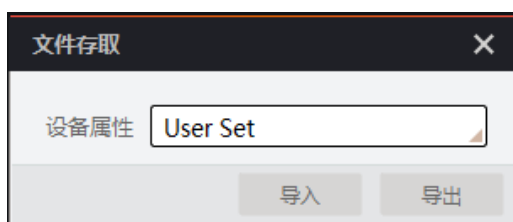

图11-4 导入或导出
2. 在弹出的对话框中，下拉选择需要存取的文件，单击**导入**或**导出**即可，如 图 11-4 所示。